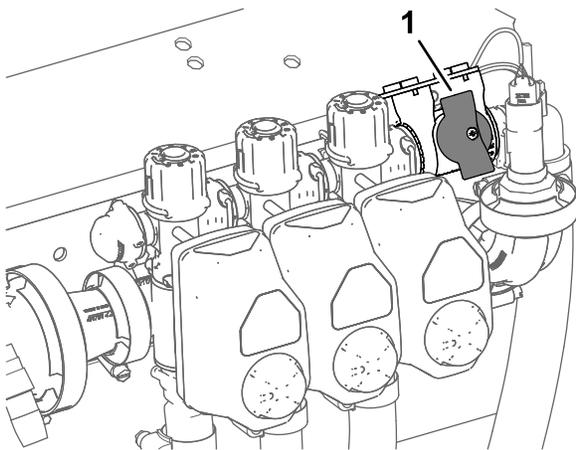

Figura 34
2. Rode o botão para a válvula de corte da distribuição da secção para a posição Fechada (Figura 34).